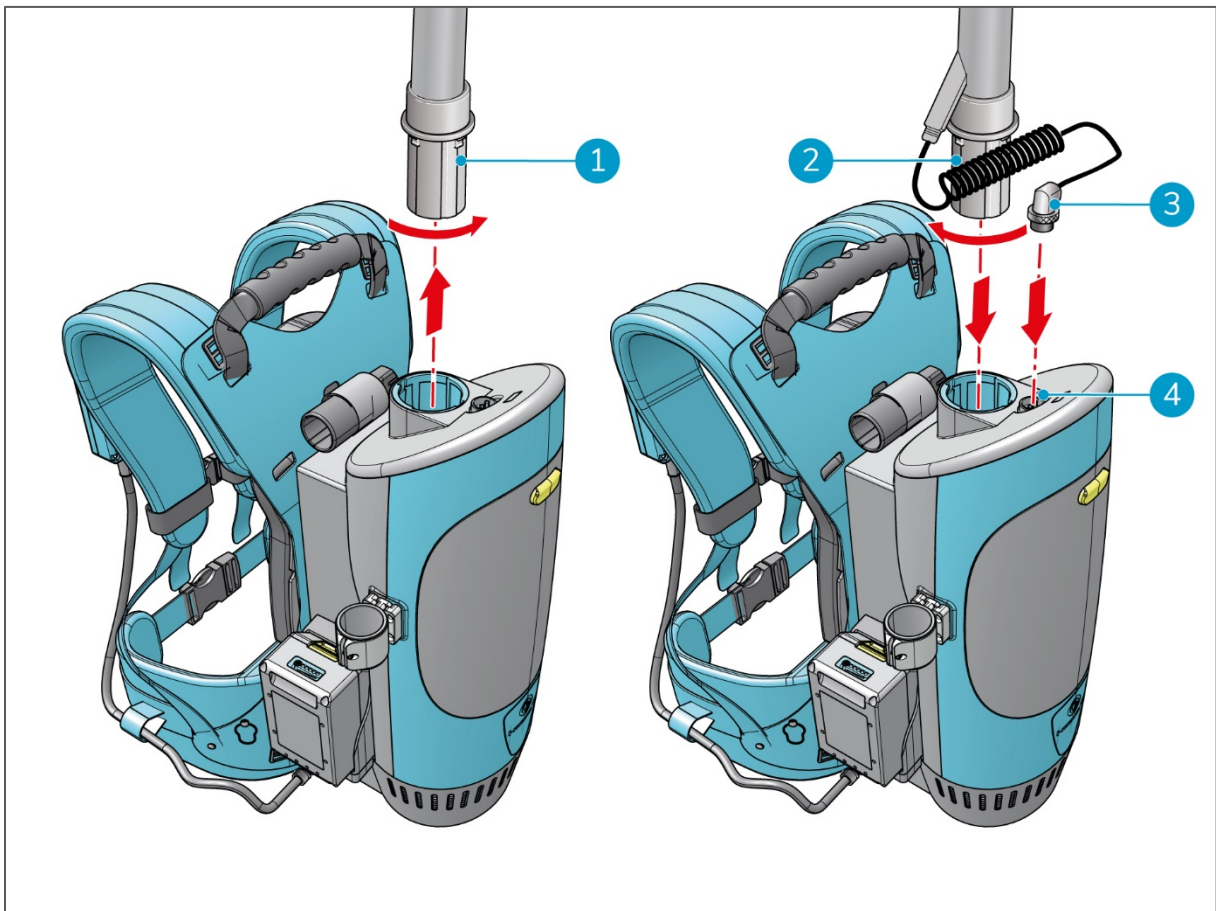

Abbildung 17
1. Drehen Sie den Schlauch der Serienausstattung entgegen dem Uhrzeigersinn (Abbildung 17, Pos. 1).
3. Führen Sie den Schlauch des i-brush in den Anschluss ein (Abbildung 17, Pos. 2).
5. Stecken Sie den Stecker der i-brush (Abbildung 17, Pos. 3) in den Anschluss am i-move 2.5B ein (Abbildung 17, Pos. 4).